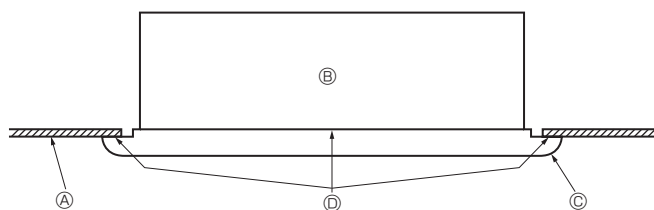

Fig. 5-6
- Stringere quindi i bulloni di fissaggio ② e stringere le viti ③ nei tre punti centrali.
- Stringere definitivamente i bulloni di fissaggio ② nei quattro punti previsti, a sinistra e destra.
- A questo punto, accertarsi che non vi siano più spazi vuoti fra la sezione interna e il pannello anteriore, e fra il pannello anteriore e la superficie del soffitto. In caso contrario, potrebbe esservi una caduta di gocce d'acqua, a causa del passaggio di correnti d'aria (Fig. 5-6).
- \* Stringere completamente i bulloni ② e le viti ③ di fissaggio.
### 5.4. Controlli dopo l'installazione (Fig. 5-6)